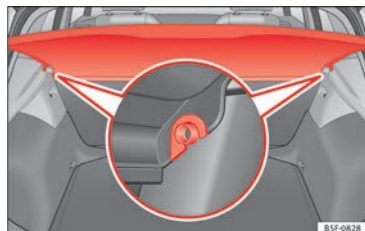

Abb. 160 Im Gepäckraum: Gepäckraumabdeckung aus- und einbauen.
- Drücken Sie die Abdeckung aus den Seitenhalterungen »Abb. 160« aus, indem Sie diese nach oben ziehen und herausnehmen.
- Führen Sie die Abdeckung horizontal ein, sodass das „Hufeisen“ über den Achsen der Halter »Abb. 160« liegt und drücken Sie die Abdeckung nach unten, bis sie einrastet.